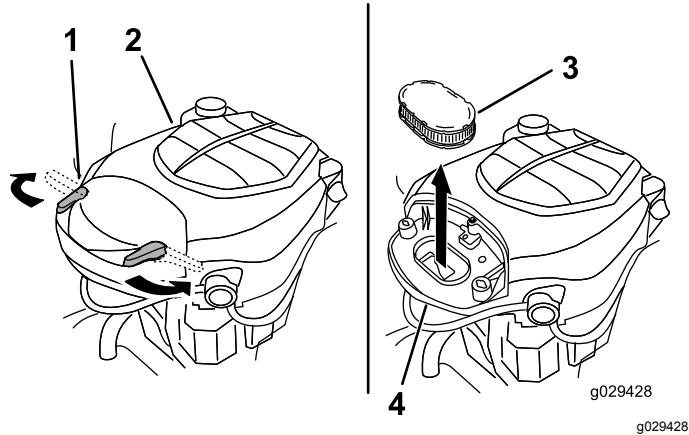

Figura 25
2. Retire la tapa para tener acceso al elemento del limpiador de aire (Figura 25).
7. Instale la tapa y sujetela con los enganches (Figura 25).